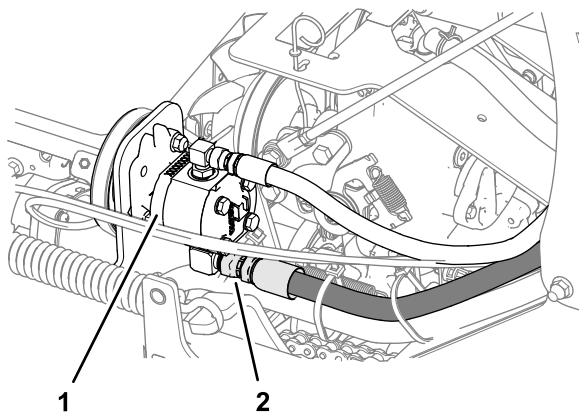

Figura 54
6. Afloje la manguera de aspiración del acoplamiento de la bomba, limpie alrededor del acoplamiento y deje que se drene el aceite (Figura 54).